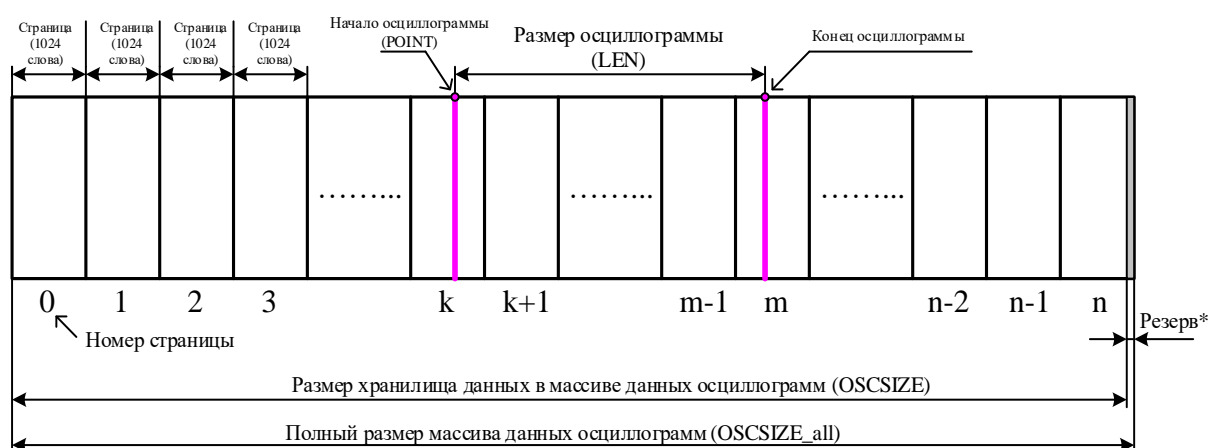

Рисунок 8.3
8. определить адрес начала и окончания осциллограммы в массиве данных осциллограмм (рисунок 8.3);
9. выделить искомую осциллограмму из хранилища данных осциллограмм (рисунок 8.3) и прочесть ее содержимое (при чтении осциллограммы выполняется ее переворот – рисунок 8.4);